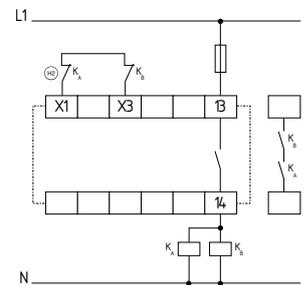

Fig. 9
**Commande à 2 canaux avec boucle de retour (Fig. 9)**